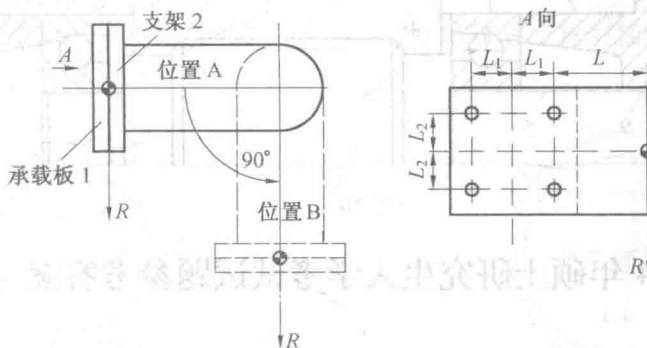

图 8
2. (14 分) 如图 8 所示, 支架 2 有水平和垂直两个工作位置 A、B, 即支架 2 可由水平位置转过 90° 到达垂直位置后固定, 反之亦然。末端负载 $R=500\text{ N}$ 、方向始终垂直向下。承载板 1 与支架 2 采用 4 个普通螺栓连接在一起, 螺栓的刚度和被连接件的刚度之间的比值为 $C_b/C_m=1/3$ 。各螺栓及载荷作用位置 L_1 、 L_2 、 L 均已知: $L_1=80\text{ mm}$, $L_2=60\text{ mm}$, $L=320\text{ mm}$ 。结合面间的摩擦系数 $f=0.15$, 可靠性系数 $K_f=1.2$ 。承载板 1 自重忽略不计, 并假设结合面不会被压溃。试确定: